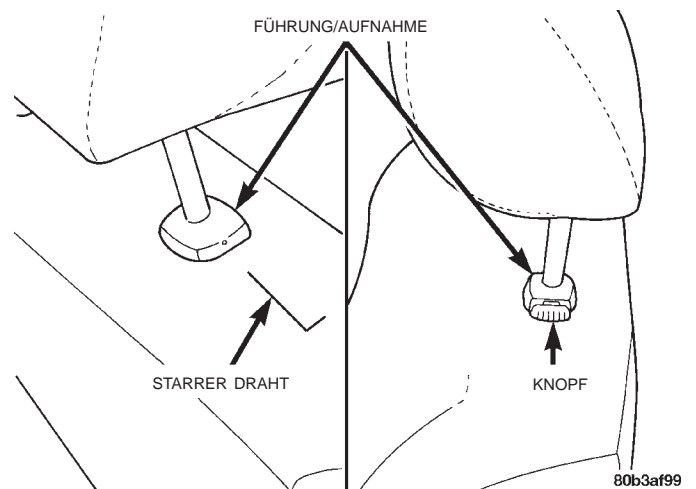

Abb. 58 Kopfstütze ausbauen
(1) Kopfstütze leicht absenken.
(2) Einen starren Draht in die Öffnung auf der rechten Seite an der Kopfstützenaufnahme/-führung einführen und so lange schieben, bis die Verriegelung ausrastet (Abb. 58).